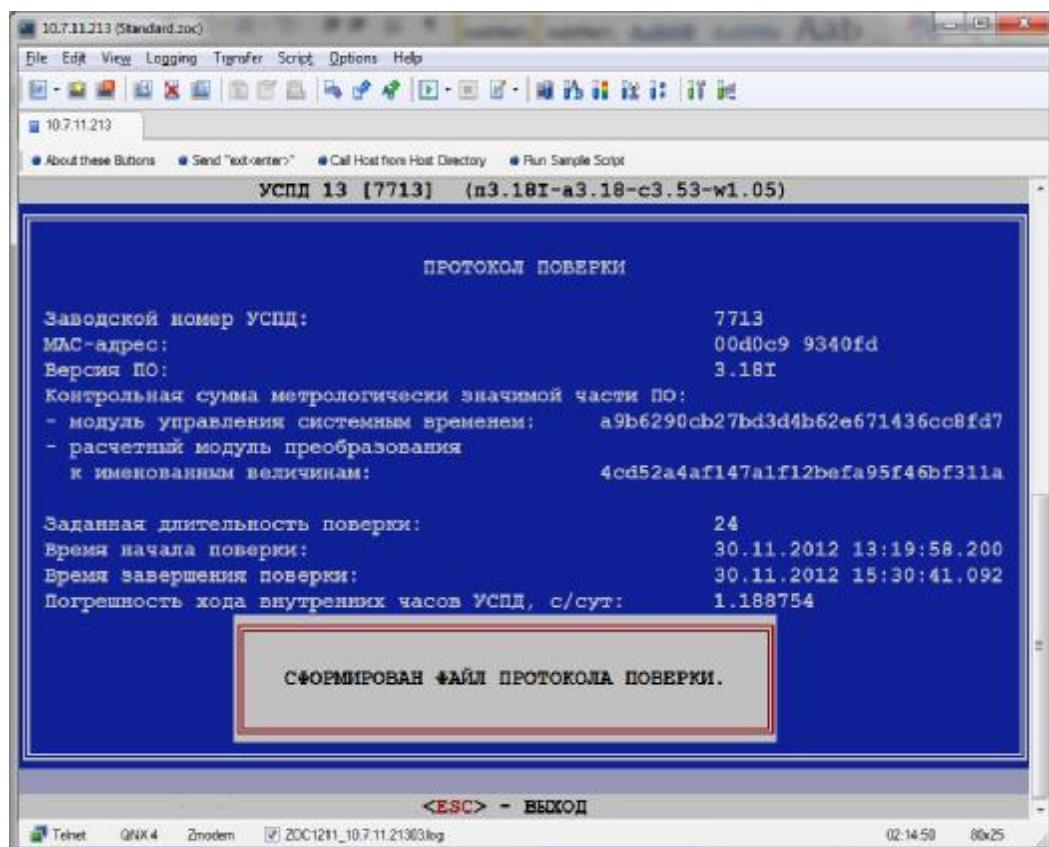

Рисунок 46
6.5.2.9. Проверка заканчивается либо по заданному времени, либо по пункту меню «завершить проверку» (рисунок 46).